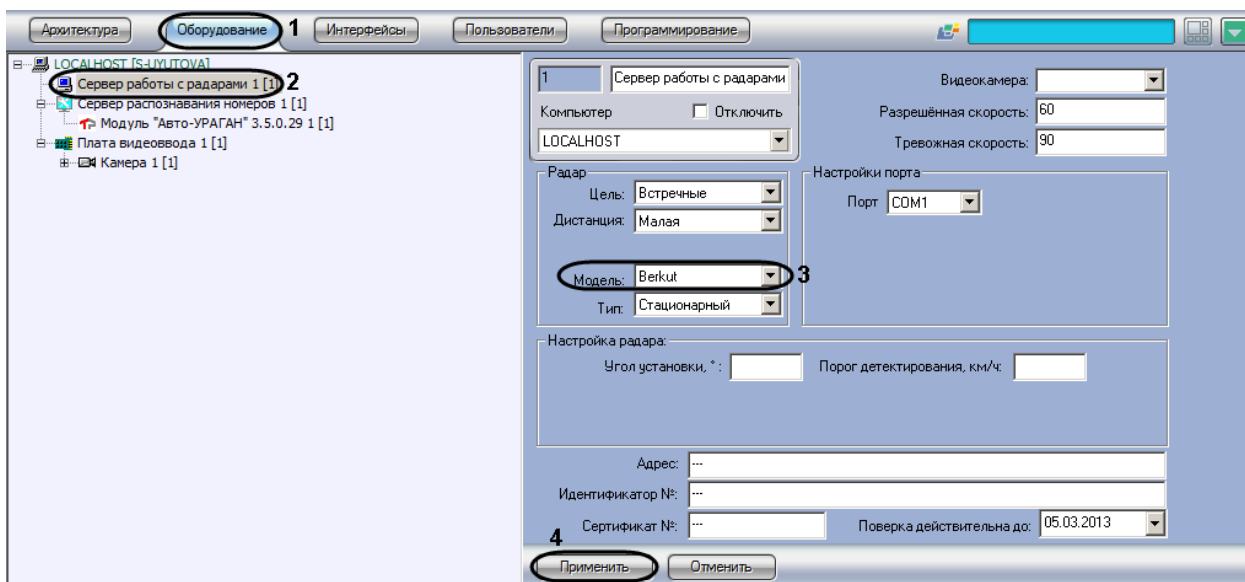

Рис. 7.3—5. Выбор подключаемого устройства «Радар» из списка доступных устройств
2. В дереве объектов на вкладке «Оборудование» выбрать объект «Сервер работы с радарными», соответствующий настраиваемому программному модулю «Радар» (см. Рис. 7.3—5, 2). В правой части вкладки «Оборудование» отобразится панель настройки выбранного объекта.
3. Выбрать модель установленного устройство «Радар» из списка поддерживаемых устройств (см. Рис. 7.3—5, 3).
4. Нажать кнопку «Применить» (см. Рис. 7.3—5, 4).